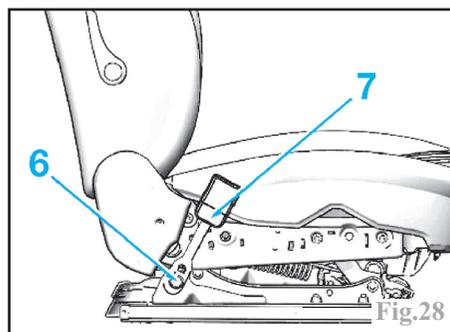

Fig.28
Déposer la vis (8) et le brin de boucle (7) (Fig.28)